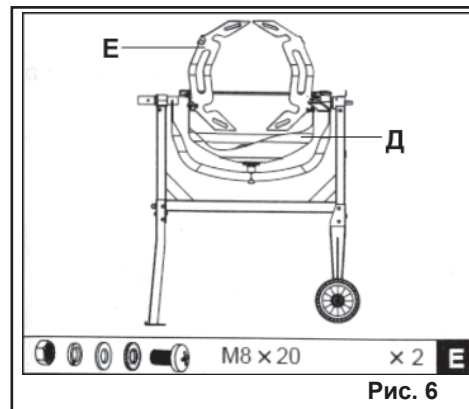

Рис. 6
6.5. Используя крепеж из пакета E установите смесительные лопасти (Е) внутри нижней части барабана (Д), как показано на Рис. 6. Винты установите с наружной стороны барабана (Д), уплотнительная прокладка устанавливается между барабаном (Д) и лопастью (Е).